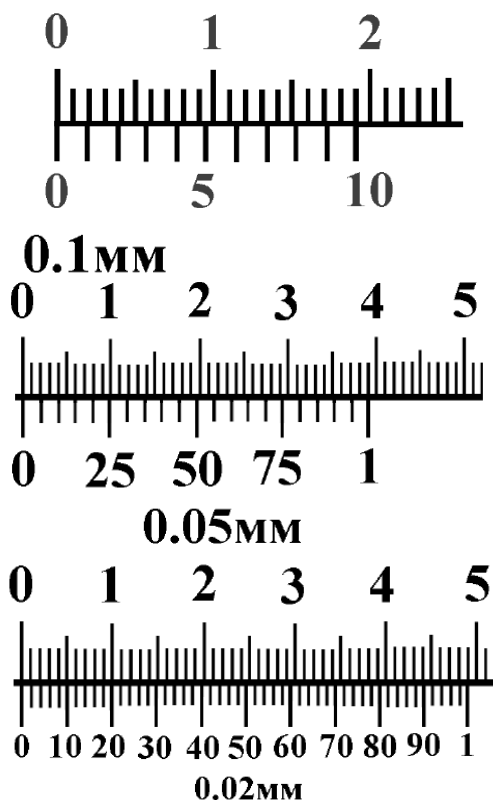

Рис. 1- Измерительная шкала нониуса (нулевое положение)
**Штангенциркуль** - один из наиболее распространенных универсальных измерительных инструментов, применяемых при станочных, слесарных и других видах работ. Этим инструментом можно измерять наружные и внутренние линейные размеры контактным методом непосредственной оценки, а также выполнять разметочные операции: проводить параллельные линии и окружности, как разметочным циркулем. Штангенциркули изготавливают с различными верхними пределами измерения – от 100 до 1000 мм с величиной отсчета по нониусу – 0,1; 0,05; 0,02 мм (рис. 1).